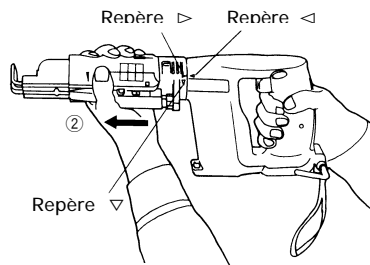

Fig. 6
Alignez le repère "<" du corps de l'outil sur le repère ">" de l'accessoire d'alimentation de vis, puis tirez l'accessoire dans le sens de la flèche ② représentée à la Fig. 6 pour le retirer.
Procédez dans l'ordre inverse du retrait. Placez l'accessoire d'alimentation de vis sur le corps de l'outil et alignez le repère "<" du corps de l'outil sur le repère ">" de l'accessoire d'alimentation de vis, puis tournez l'accessoire dans le sens du repère ">" représenté à la Fig. 6 pour le fixer.